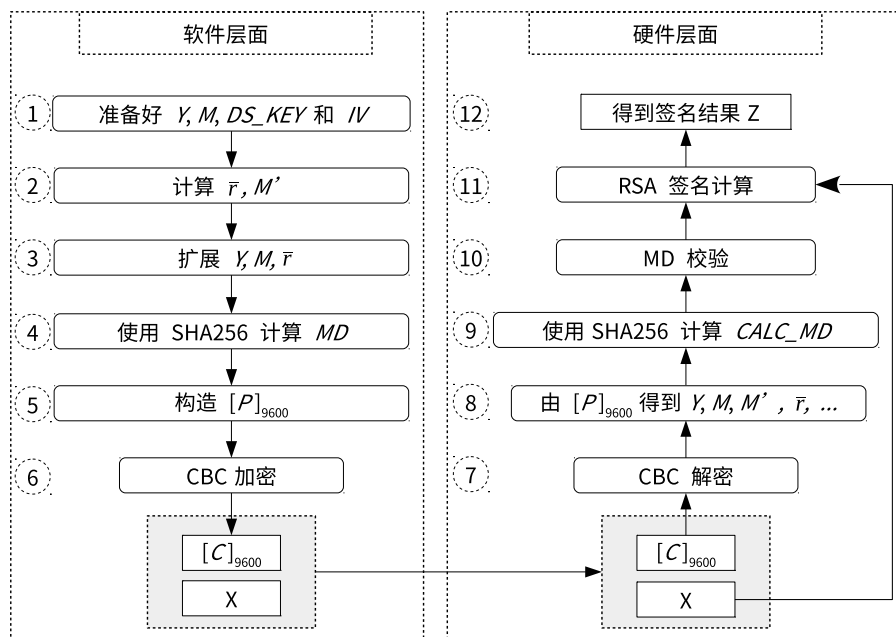

图 23-1. 软件准备工作与硬件工作流程
如果用户想使用 DS 模块进行数字签名, 则需要提前做好软件准备工作, 如图 23-1 所示。图中左半部分列出了在硬件开始 RSA 签名计算之前, 软件需要做的准备工作。图中右半部分则列出了硬件在整个签名计算的过程中的计算流程。
1. 即便有多次签名计算, 也只需进行一次软件准备工作 (图 23-1 左侧), 但每一次签名计算都需要重新进行硬件运算 (图 23-1 右侧)。
用户需要依照图 23-1 左侧中指定的步骤来计算 C 。详细的过程描述如下:
1. 解析阶段, 即图 23-1 中的步骤 7 和步骤 8
解析过程是图 23-1 中步骤 6 的逆过程。DS 模块将调用 AES 硬件加速器以 CBC 块模式对输入的密文信息 C 进行解密, 获取明文信息。该过程可以表示为 $P = \text{AES-CBC-DEC}(C, DS_KEY, IV)$, 其中, IV 就是 $[IV]_{128}$, 由用户直接指定; $[DS_KEY]_{256}$ 由硬件 HMAC 提供, 通过存储在 eFuse 中的 $HMAC_KEY$ 得到, 软件无法获取。
2. 校验阶段, 即图 23-1 中的步骤 9 和步骤 10
DS 模块会执行两种校验操作: MD 校验和填充 (padding) 校验。由于填充校验和 MD 校验同步进行, 因此填充校验未在图 23-1 中体现。
3. 计算阶段, 即图 23-1 中的步骤 11 和步骤 12